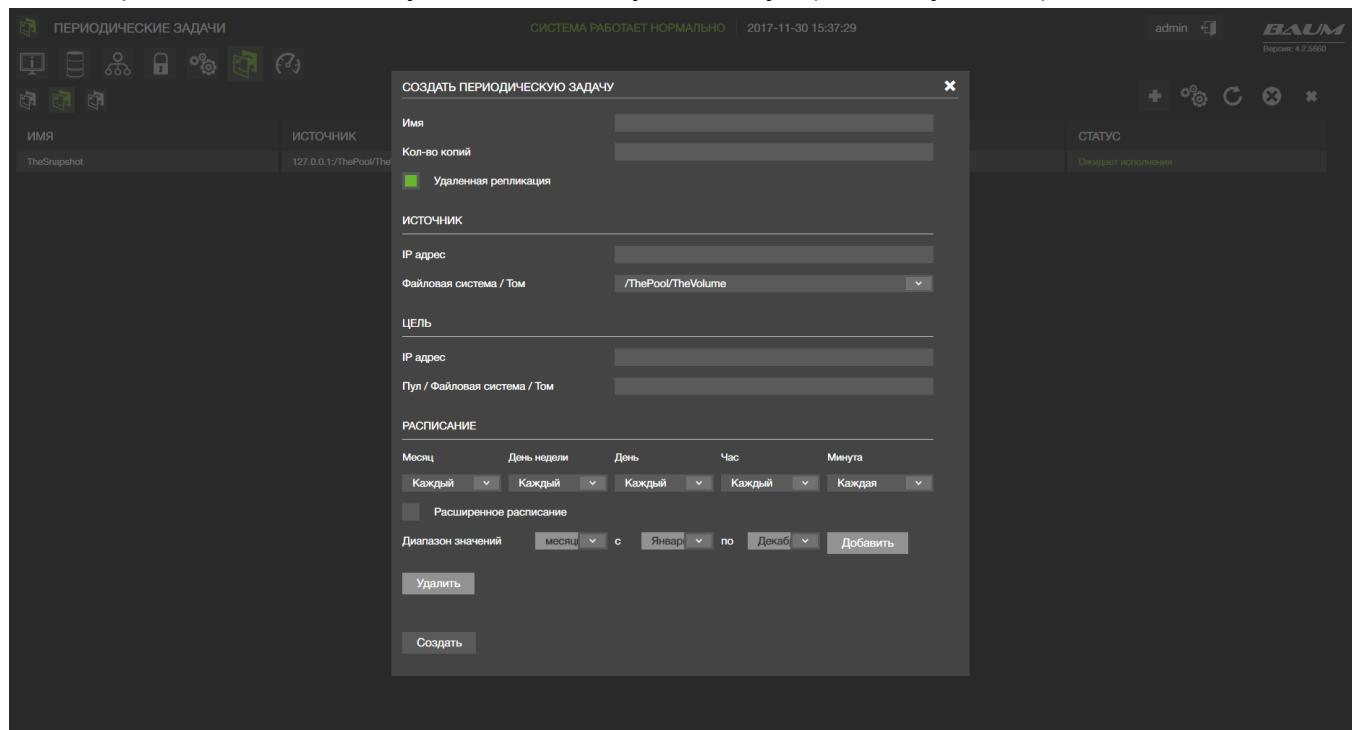

Рисунок 91 – Расписание периодической задачи репликации
- 2) Нажать на кнопку «Создать новую задачу» (см. Рисунок 91)